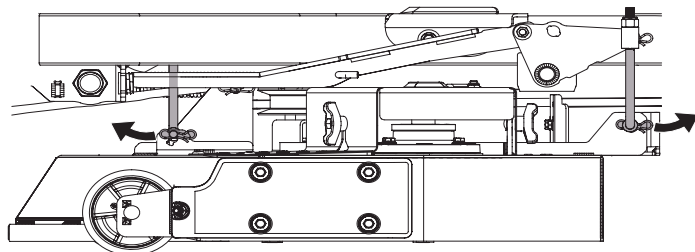

Figura 52
- Extraiga el pasador de chaveta del extremo de la horquilla inferior de cada varilla de ajuste de altura de la plataforma. Hay uno al frente y uno atrás de cada lado de la plataforma. Consulte la Figura 52 (se muestra lado izquierdo).